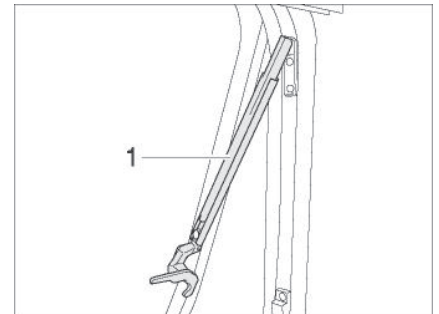

Bild 8 Ausstellfenster mit Automatik-Ausstellern, geöffnet (Abb. ähnlich)
- Ausstellfenster bis zur gewünschten Raststellung öffnen. Der Automatik-Aussteller (Bild 8,1) rastet selbstständig ein.